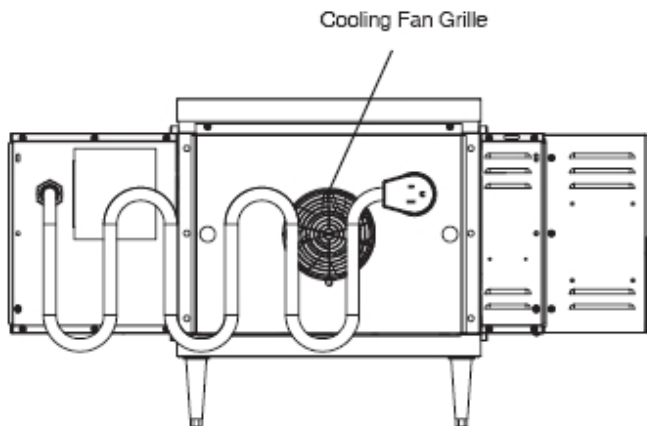

Рисунок 4-1. Вентиляторы охлаждения печи
2. Убедитесь, что вентиляторы охлаждения (смотрите рисунок 4-1, страница 13) работают, когда переключатель выключателя наддува (смотрите рисунок 3-6) находится в положении “ON” или “I”. Вентиляторы охлаждения охлаждают компоненты управления и двигатель наддува. Вентиляторы охлаждения, расположенные в задней части печи, продувают воздух в и через шкаф. Воздух выпускается через переднюю часть шкафа и также выводится через переднюю часть печи. Смотрите раздел Ежедневного обслуживания для процедуры обслуживания впускного отверстия вентилятора.